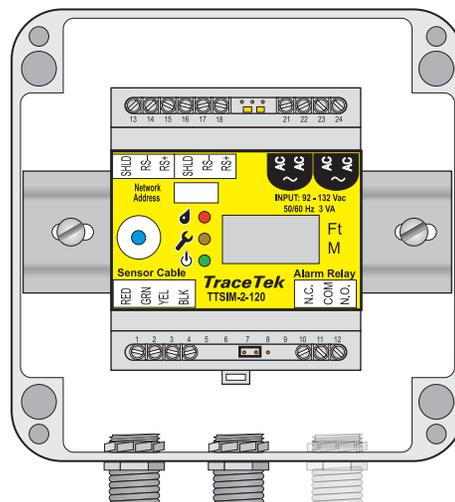

Figura 2. Custodia NEMA 4X
Montaggio del modulo TTSIM-2 nella custodia opzionale NEMA 4X – Figura 2
- L'installazione in un tipico ambiente difficile all'esterno richiede tre fori nella custodia TTSIM-ENC: uno per il cavo di alimentazione e comunicazione verso l'interno, uno per il cavo di alimentazione e comunicazione verso l'esterno e uno per il cavo leader. Vedere Figura 2.